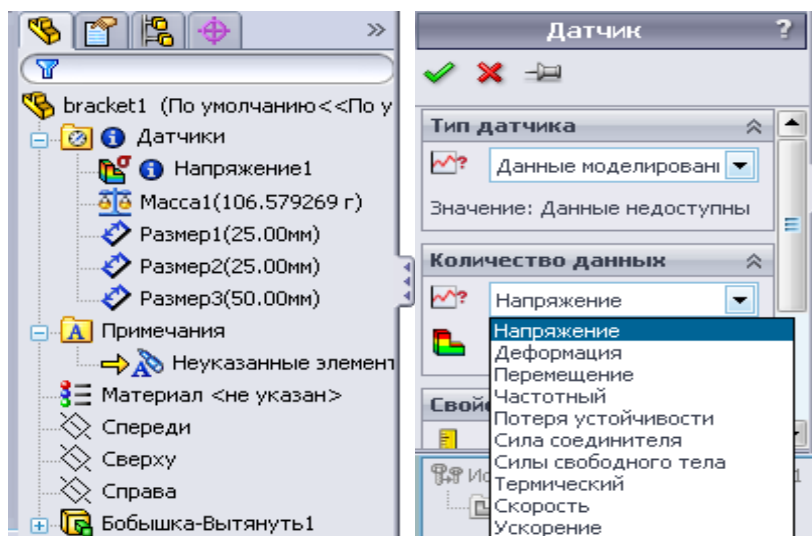

Рисунок 1.10 – Создание датчиков
7. В дереве конструирования **FeatureManager** выберите **Sensors** (Датчики) и создайте датчики (рис. 1.10):